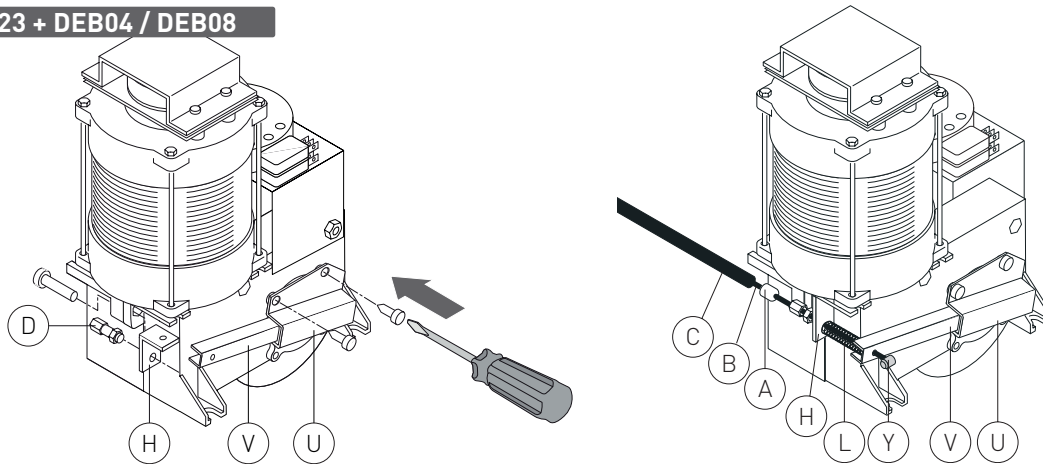

Fig. 6
5. Installazione DEB04-08 con DOD123 (fig. 6)
5. Install DEB04-08 with DOD (fig. 6)
5. Installation DEB04-08 avec DOD (fig. 6)